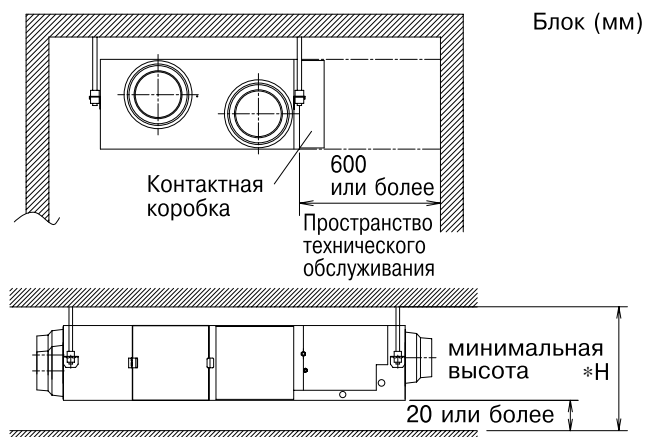

Рис. 1
- С наличием свободного пространства, достаточного для технического и сервисного обслуживания. **(См. рис. 1)**